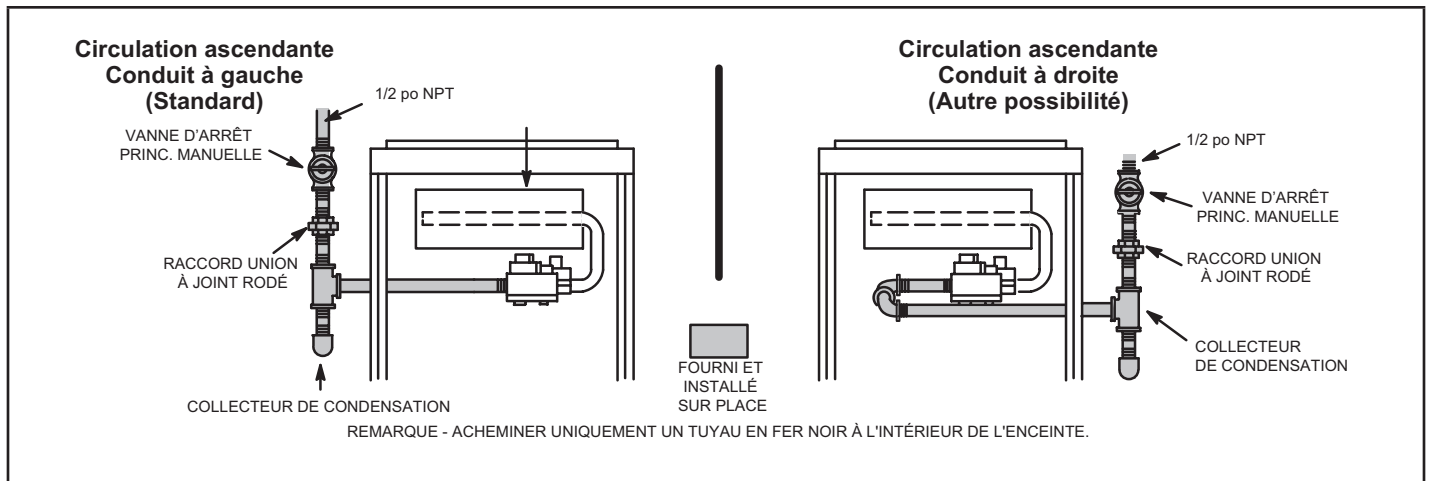
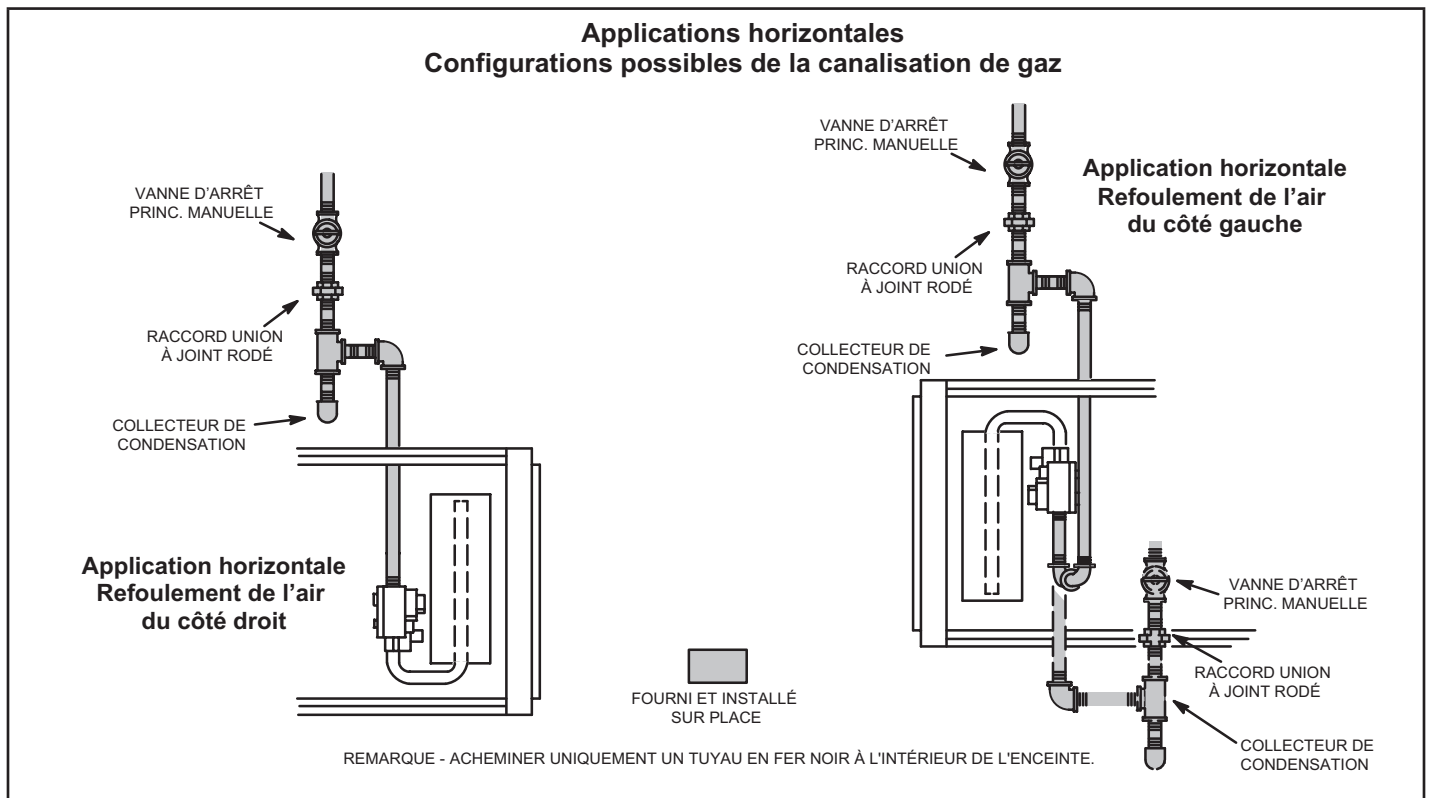

Figure 56
Figure 57
- 1 - La canalisation de gaz peut pénétrer dans l'appareil par le côté droit ou le côté gauche. La canalisation d'alimentation entre dans la vanne de gaz par le côté de la vanne, comme illustré à la Figure 56. Connecté la canalisation de gaz sur la vanne. La canalisation de gaz doit être serrée à un couple minimum de 350 livres et un maximum de 800 livres sur la vanne de gaz.
- 3 - La canalisation de gaz ne doit pas traverser les conduits d'air, les chutes à linge sale, les cheminées ou conduits d'évacuation des gaz, les monte-plats ou les cages d'ascenseur. Centrer la canalisation de gaz dans l'ouverture. La canalisation de gaz ne doit pas toucher le côté de l'unité. Voir Figure 56 et Figure 57.